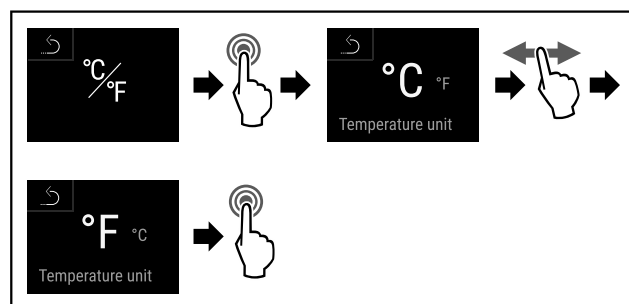

Fig. 90
- Proved'te akční kroky (viz Fig. 90).